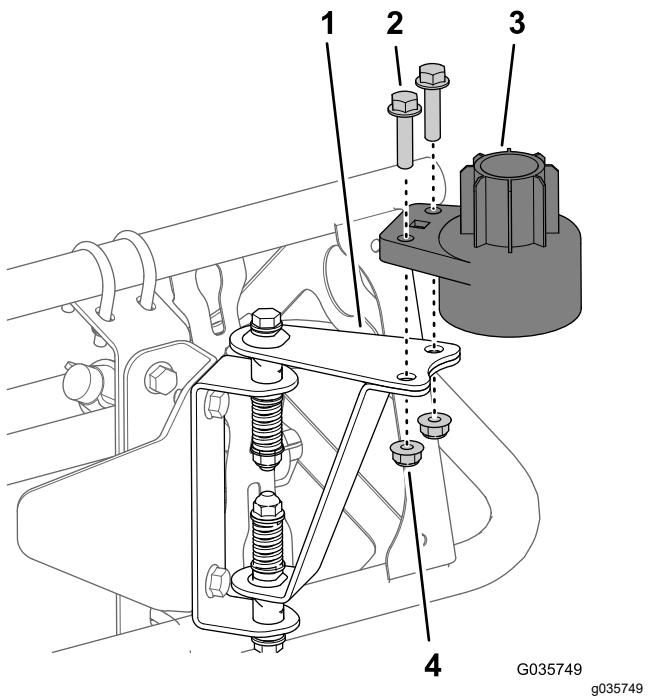

Figura 20
- Instale a caixa do sensor inferior nas ferragens de montagem do sensor (Figura 20) com dois parafusos (5/16 pol. x 1/4 pol.) e duas porcas de bloqueio (5/16 pol.).